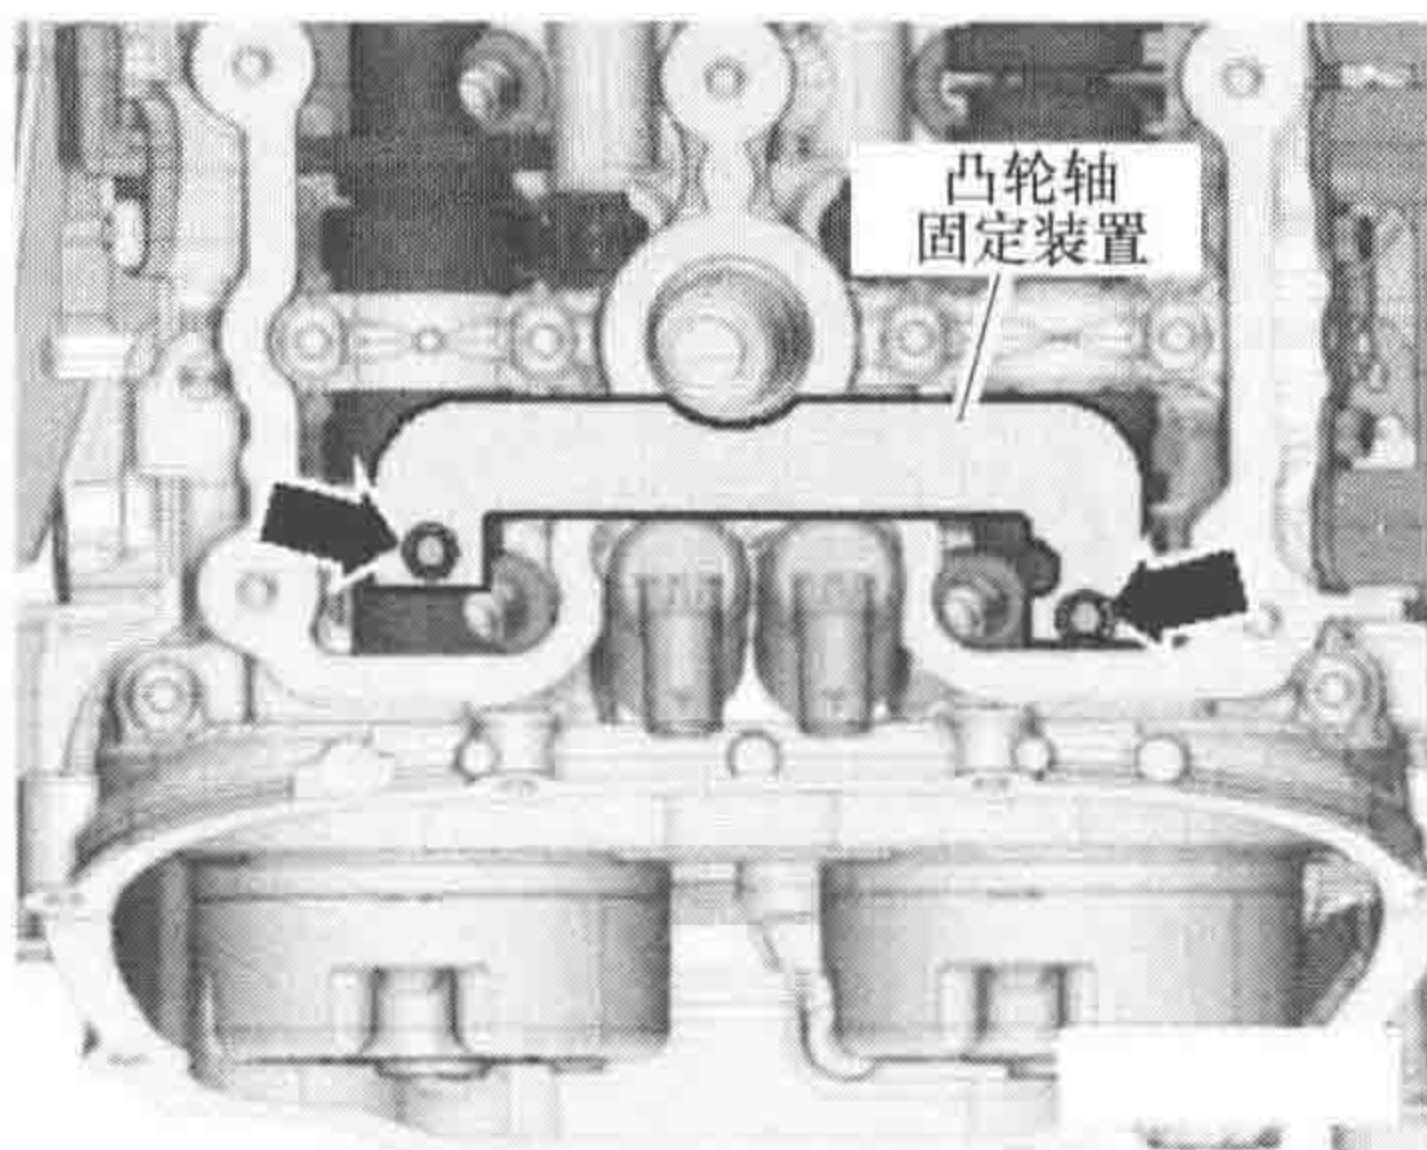

图 1-1-12
(4) 如图 1-1-12 所示，将凸轮轴固定
(13) 确保两个气缸盖的凸轮轴已用凸轮轴固定装置固定在“上止点”位置，如图 1-1-12 所示。